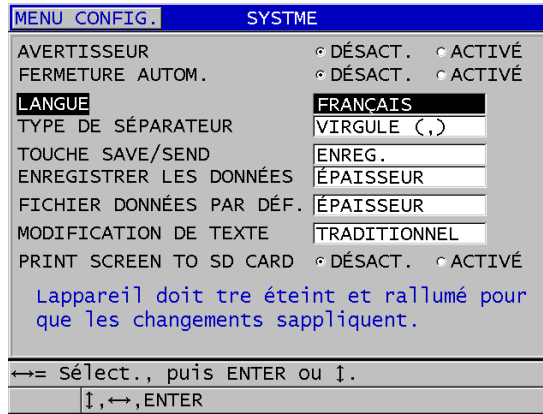

Figure 4-1 Sélection de la langue de l'interface utilisateur
3. Dans l'écran **SYSTÈME**, faites ce qui suit (voir la Figure 4-1 à la page 58) :